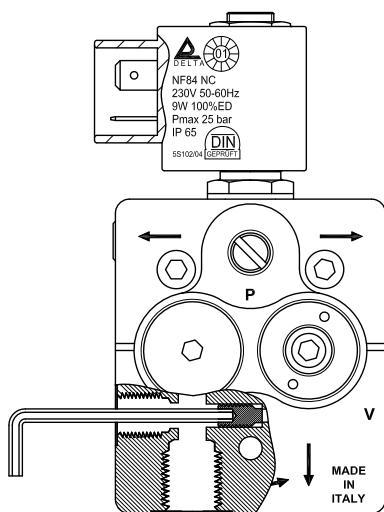

Fig. 2
- Setzen Sie die Bypass-Schraube mit einem 2,5 mm Innensechskantschlüssel in den Vakuumanschluss und ziehen Sie sie fest. (Fig. 2).
- Entfernen Sie die Bypass-Schraube aus dem Vakuumanschluss mit einem 2,5 mm Innensechskantschlüssel (Fig. 2).